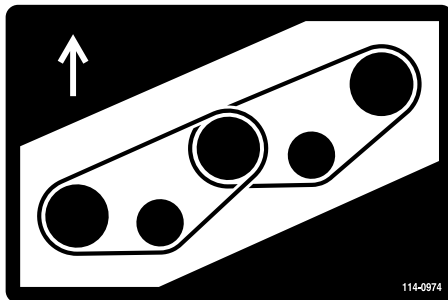
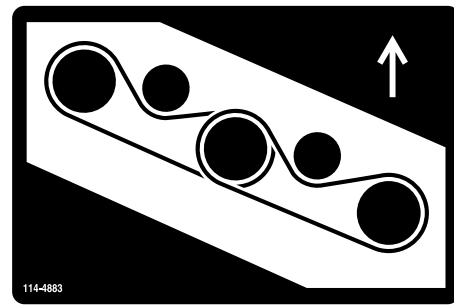

Figura 130
Figura 131
7. Pase la correa nueva alrededor de las poleas de los ejes y del conjunto de la polea tensora (Figura 130 y Figura 131).